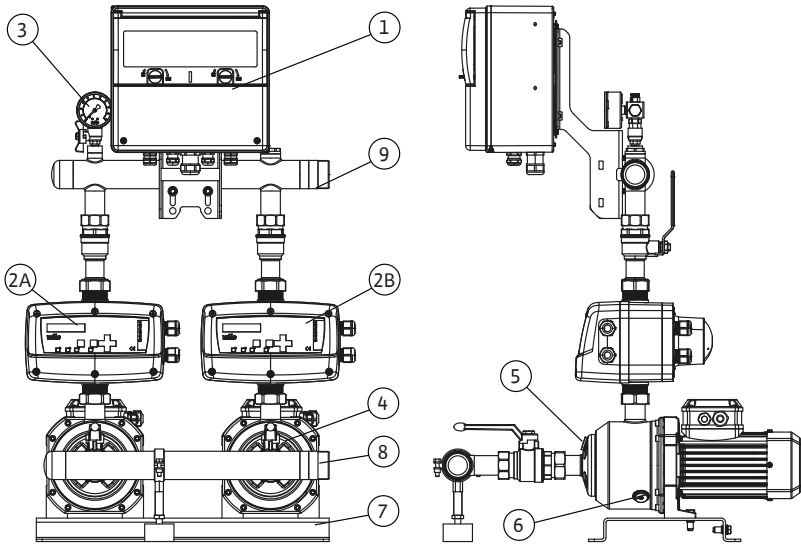

Fig. 1: Aperçu
Le système de surpression est prêt à être branché et est équipé de la tuyauterie complète. Chacune des pompes est équipée d'une vanne d'arrêt côté aspiration et côté refoulement. Le coffret de commande (Fig. 1, pos. 2A, 2B) est directement monté sur la pompe respective.
La pompe (Fig. 1, pos. 2A) fait office de pompe principale et la pompe (Fig. 1, pos. 2B) de pompe partenaire. En fonctionnement pompe principale/pompe partenaire, la pression de consigne est réglée au niveau de la pompe principale. La pompe partenaire reprend les valeurs.